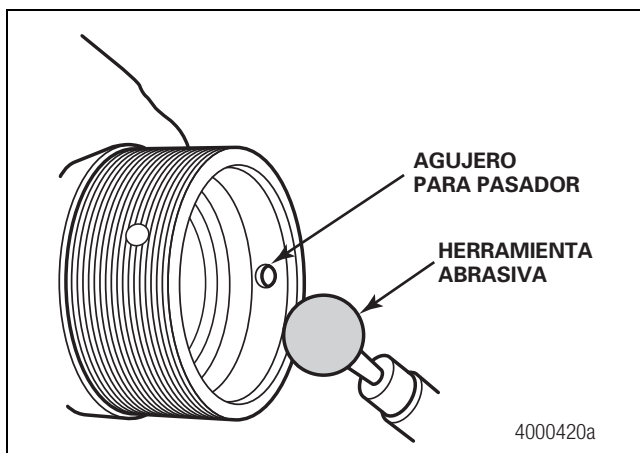

Figura 2.11
- **Si la espiga del eje tiene agujeros para pasadores:** Use una herramienta abrasiva redonda para eliminar todas las rebabas y bordes afilados por el lado de la superficie interior de la espiga de los agujeros para pasadores. Figura 2.11.